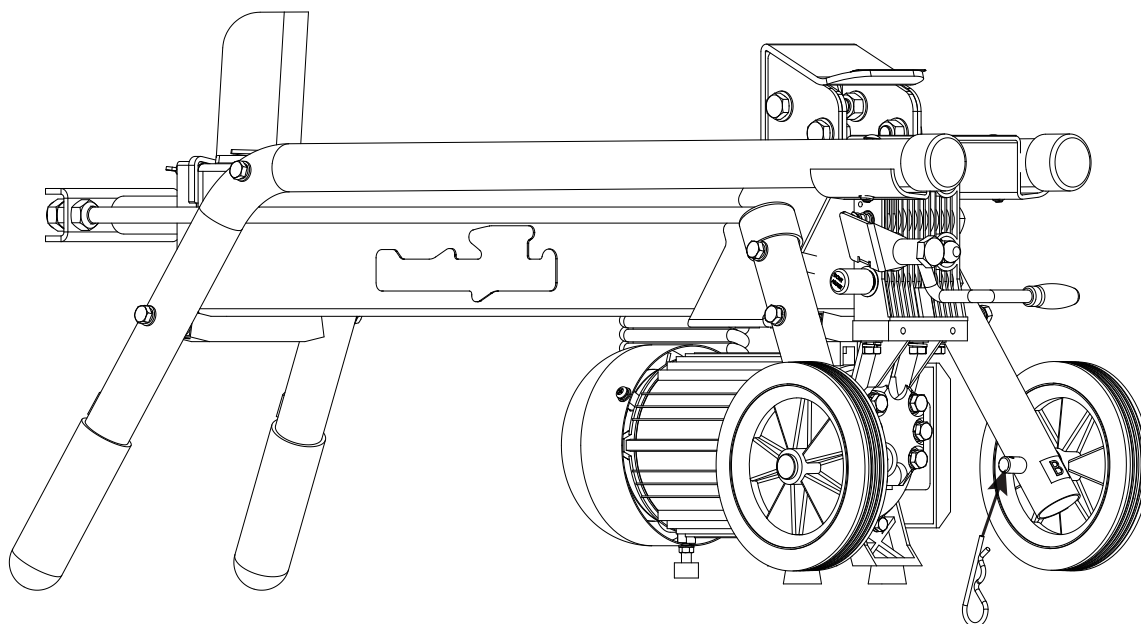

Figure 3
2. Insérer une goupille en épingle dans chacun des axes. **(VOIR FIGURE 3)**